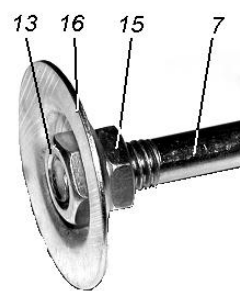
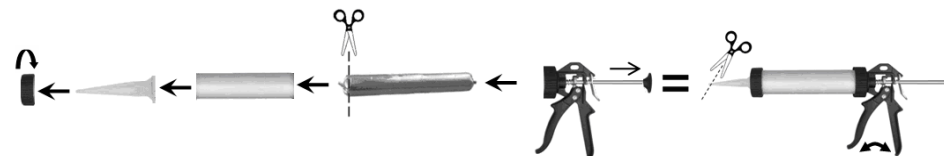

Рис. 3
Рис. 4
- удерживая пистолет за гайку (4), выкрутите корпус (3);
- удерживая за рукоятку штока (9), скрутите пластиковый поршень (14);
- металлический поршень (16) остаётся на месте;
- из гнезда пластикового поршня (14) аккуратно извлеките гайку (13);
- как показано на Рис. 3, накрутите гайку (13) на три оборота. При этом, шток (7) не должен выступать из гайки (13);
- гайкой (15) закрепите положение металлического поршня (16).
3.3. Закладку герметика в мягкой упаковке выполните в следующей последовательности (см. п. 3.1.), Рис. 4:
- гайку (2) накрутите на корпус (3), предварительно установив наконечник (1);
- предварительно обрежьте упаковку герметика (см. рекомендации производителя) и аккуратно заложите в корпус (3);
- нажмите на пластину (10) и оттяните до упора шток (7) за рукоятку (9);
- заправленный корпус (3) накрутите на гайку (4);
- в зависимости от толщины нанесения герметика при намеченной операции обрежьте носик наконечника (1); отрезанная часть наконечника в дальнейшем используется как пробка наконечника (1).